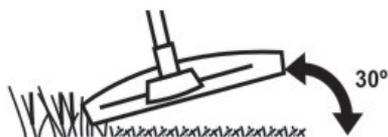

Fig. 16
3. Placer la tête de désherbage juste au-dessus du sol à un angle d'environ 30° (voir Fig. 16).